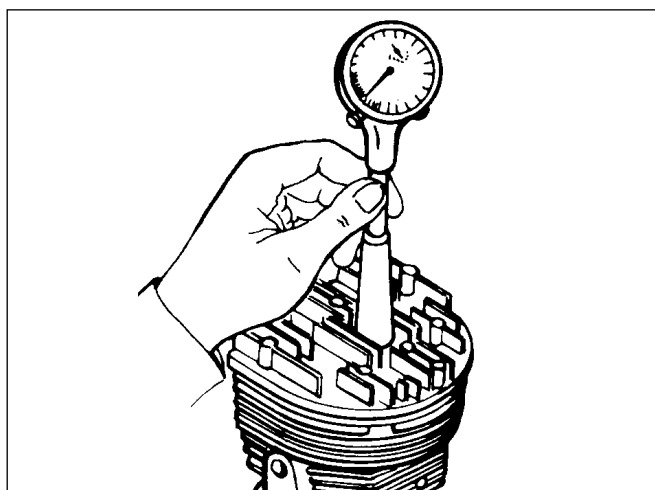

Abb. 20
- Nehmen Sie den Zündstecker ab und schieben Sie einen schmalen Stahlmaßstab ein, den Sie auf dem Kolbendeckel abstützen. Legen Sie als Gegenmaß ein gerades Kantenmaß auf den Zylinderdeckel (hierfür ist auch ein spezielles Meßwerkzeug erhältlich) (Abb. 20).